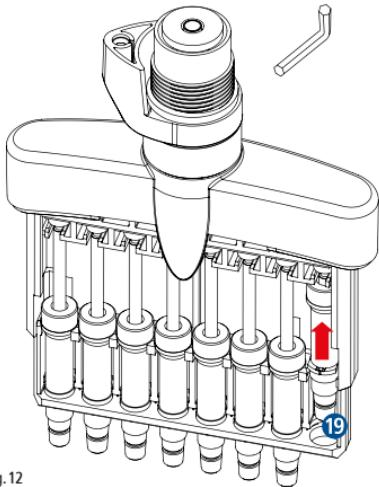
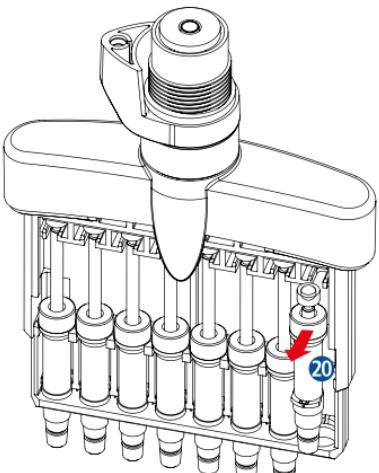

Fig.12
Fig.13
- Il cilindro del pistone **19** viene spostato verso l'alto (Fig. 12), in questo modo è possibile togliere facilmente il gruppo pistone completo **20** dal davanti e pulire (Fig. 13) le superfici esterne con una soluzione disinfettante a base di alcol. Ingrassare di nuova il pistone con l'apposito grasso STARLAB originale (ved. punto 8 Informazioni per l'ordine).